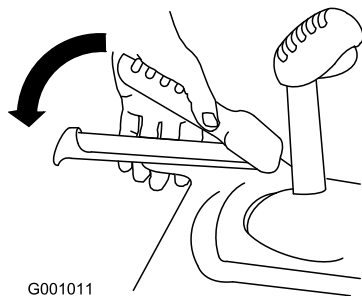

Figura 35
2. Innestate la leva della trazione e mantenetele in posizione (Figura 35).